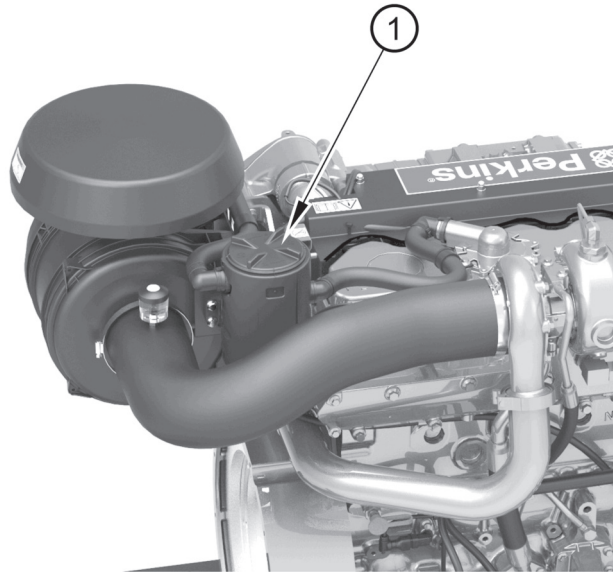

Figura 35
1. Haga girar y abra la tapa del respiradero (figura 35, elemento 1) y apártela del cuerpo principal